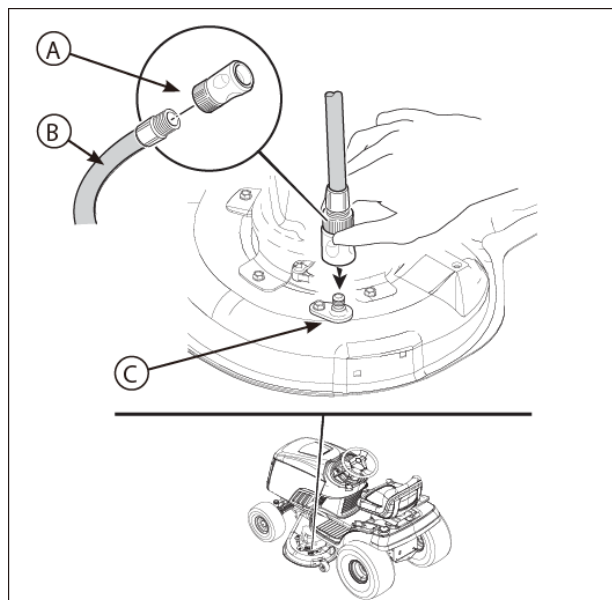

図 11 モアデッキの清掃
2. ワンタッチコネクター（図 11 の A）を散水ホース（B）に取り付け、モアデッキにある洗浄ポート（C）に接続します。